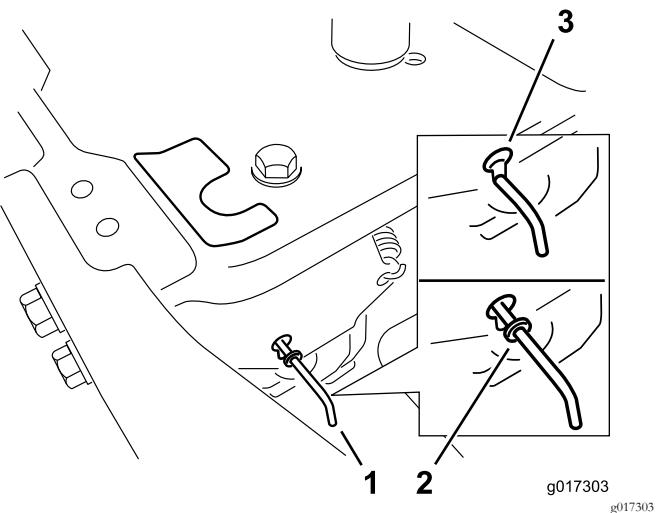

Figura 30
- Spostate in avanti le leve di bypass attraverso il foro della chiavetta, quindi verso il basso per bloccarle in posizione (Figura 30).
Spostate indietro le leve di bypass attraverso il foro della chiavetta, quindi verso il basso per bloccarle in posizione, come illustrato nella Figura 30.